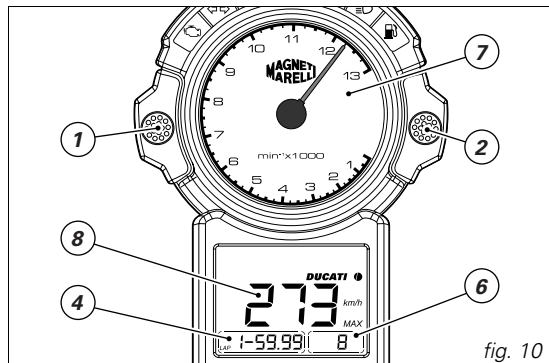
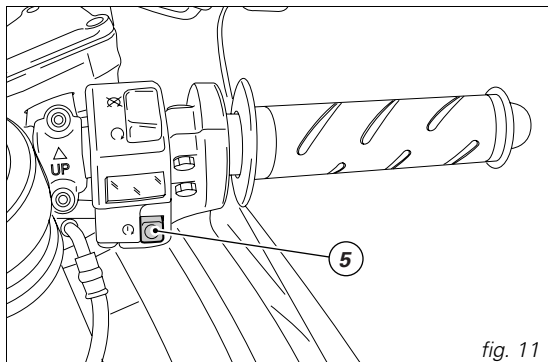

fig. 10
fig. 11
Funzione registrazione del tempo sul giro (fig. 10 e fig. 11)
Selezionare la visualizzazione LAP nel display (4, fig. 10).
Durante la marcia del veicolo premere il pulsante (5, fig. 11) di avviamento motore per avviare il cronometro di bordo.
Funzione visualizzazione dei tempi sul giro memorizzati (fig. 10)
Al termine dei rilevamenti cronometrici dei tempi sui giri è possibile visualizzare 19 misurazioni memorizzate nell'LCD. Dopo aver spento il veicolo, premere il pulsante (2, fig. 10) e portare l'interruttore a chiave da OFF a ON per entrare nella Funzione.
Quando si è all'interno della Funzione, premere il pulsante (1, fig. 10) per visualizzare in sequenza le rilevazioni eseguite; sul cruscotto sono visualizzate le seguenti informazioni:
- indicatore del giro (6) a cui si riferiscono i dati;
- indicatore del numero di giri massimo del motore (7, fig. 10) nel rilevamento cronometrico selezionato;
- rilevamento cronometro memorizzato del tempo sul giro (4, fig. 10);
- dato memorizzato della velocità massima (8, fig. 10) nel rilevamento cronometrico selezionato.
Per resettare le rilevazioni cronometriche premere il pulsante (2, fig. 10) per più di 5 secondi.
1) se il codice viene riconosciuto, la spia CODE (12, fig. 5), posta sul quadro strumenti, emette un breve lampeggio; il sistema di protezione ha riconosciuto il codice della chiave e disattiva il blocco motore. Premendo il pulsante START (5, fig. 11), il motore si avvia;